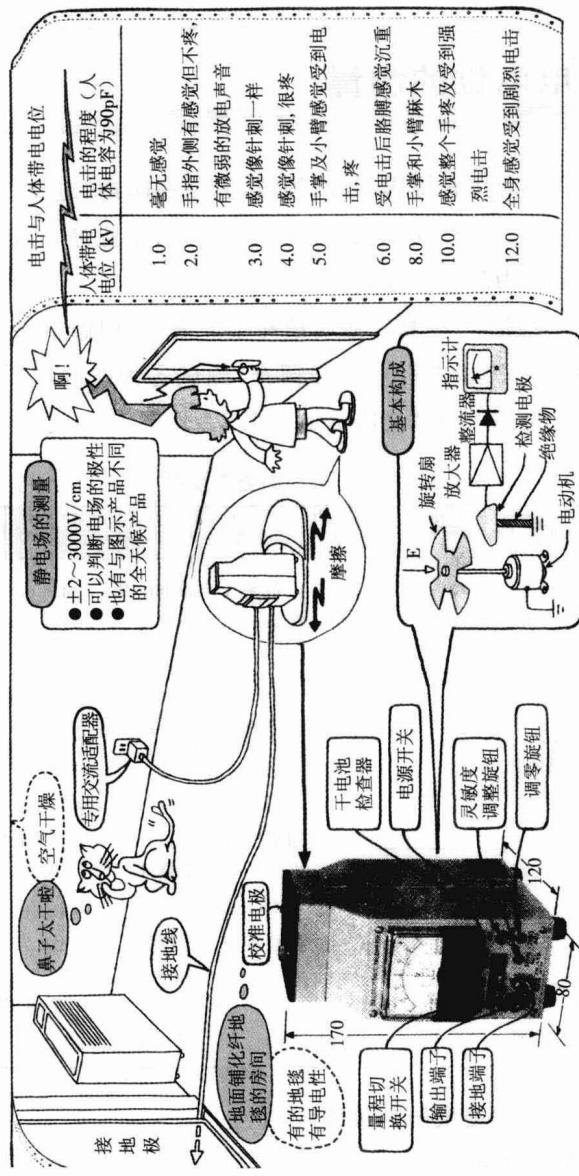

图 1.4 静电场测量仪
静电场测量仪的外形如图 1.4 所示。如果长时间连续使用它，应使用专用的交流适配器。
① 接地。图 1.4 中的接地线连接到静电场测量仪的 GND 端子, 另一端要可靠地连到接地极。利用自来水管的水嘴作接地极时要先确定配管中没有塑料管等绝缘物后再连接。
② 校准。关闭测量仪的上盖, 接通电源开关。零点调整是将刻度的倍率置于  $\times 1$  挡, 旋转零点调整旋钮使指针与 0 刻度重合。
③ 灵敏度调节。将刻度的倍率切换开关置于“CAL”, 再旋转灵敏度调整旋钮使指针与“10V”刻度重合。